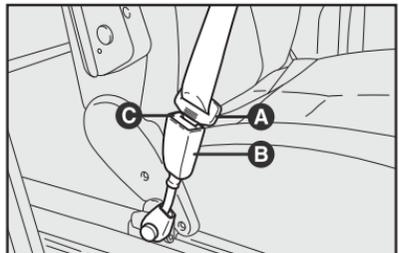

fig. 13
**Para colocar os cintos:** puxar suavemente o cinto. Se o cinto se travar, deixá-lo enrolar-se novamente por um certo trecho e puxá-lo novamente, evitando puxões repentinos. Empunhar a lingueta **A**-fig. 13 e introduzi-la na sede **B**, até perceber o “click” de travamento.